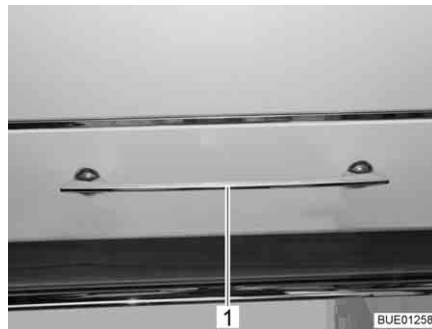
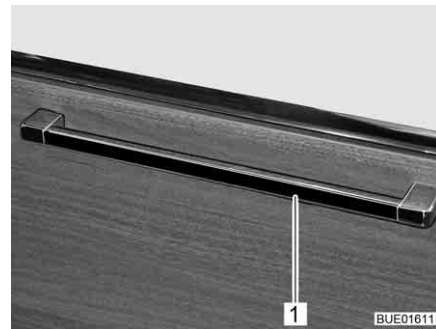

Bild 83 Skåplucka med låshandtag
Bild 84 Skåplucka med låshandtag (alternativ)
- Tryck låshandtaget (Bild 83,1 resp. Bild 84,1) uppåt, åt sidan eller nedåt, beroende på monteringsläge, och håll det nedtryckt.